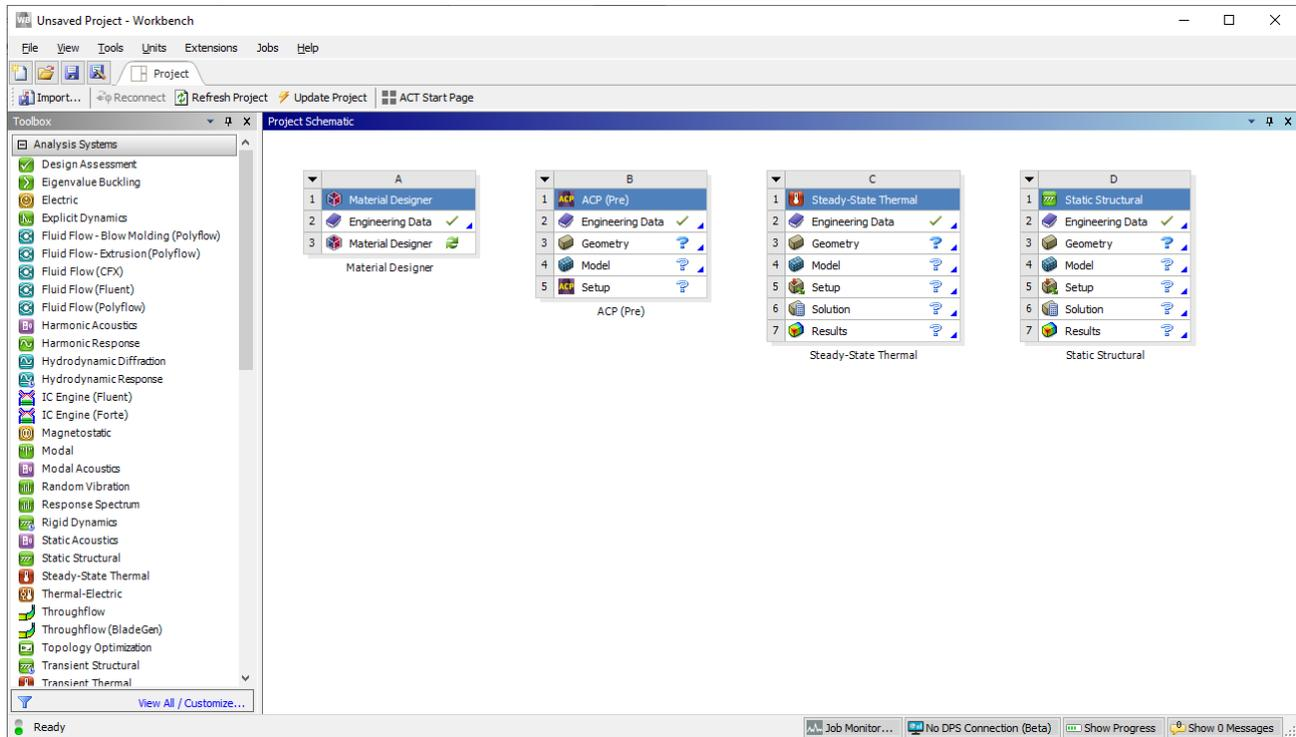

Рис. 3. Добавление модулей
1. Запускаем *ANSYS Workbench* и добавляем несколько модулей: *Material Designer*, *ACP (Pre)*, *Steady-State Thermal* и *Static Structural* (рис. 3).